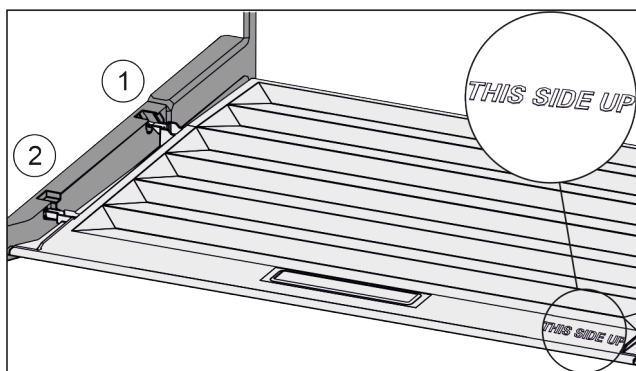

Fig. 125
- ▶ Ramiona pokrywy wprowadzić ponad otworem tylnego uchwyty Fig. 125 (1) i zazębnić z przodu w uchwycie Fig. 125 (2).